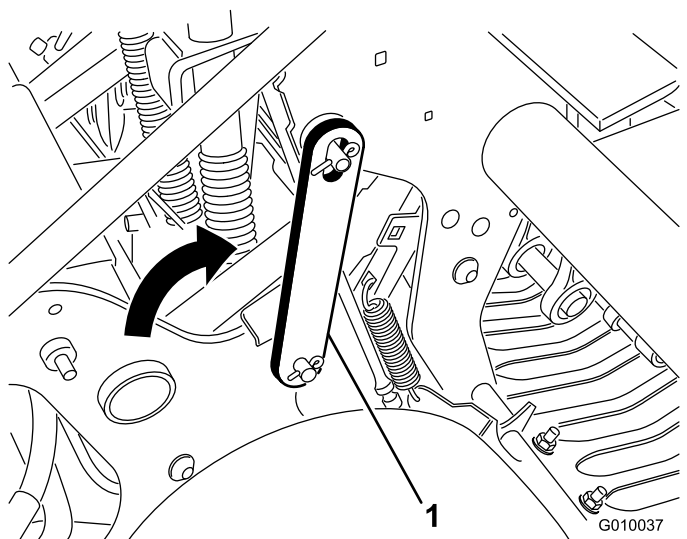

图21
4. 向后转动检修门锁并将其插入打孔头销 图21。用锁紧环将其固定。